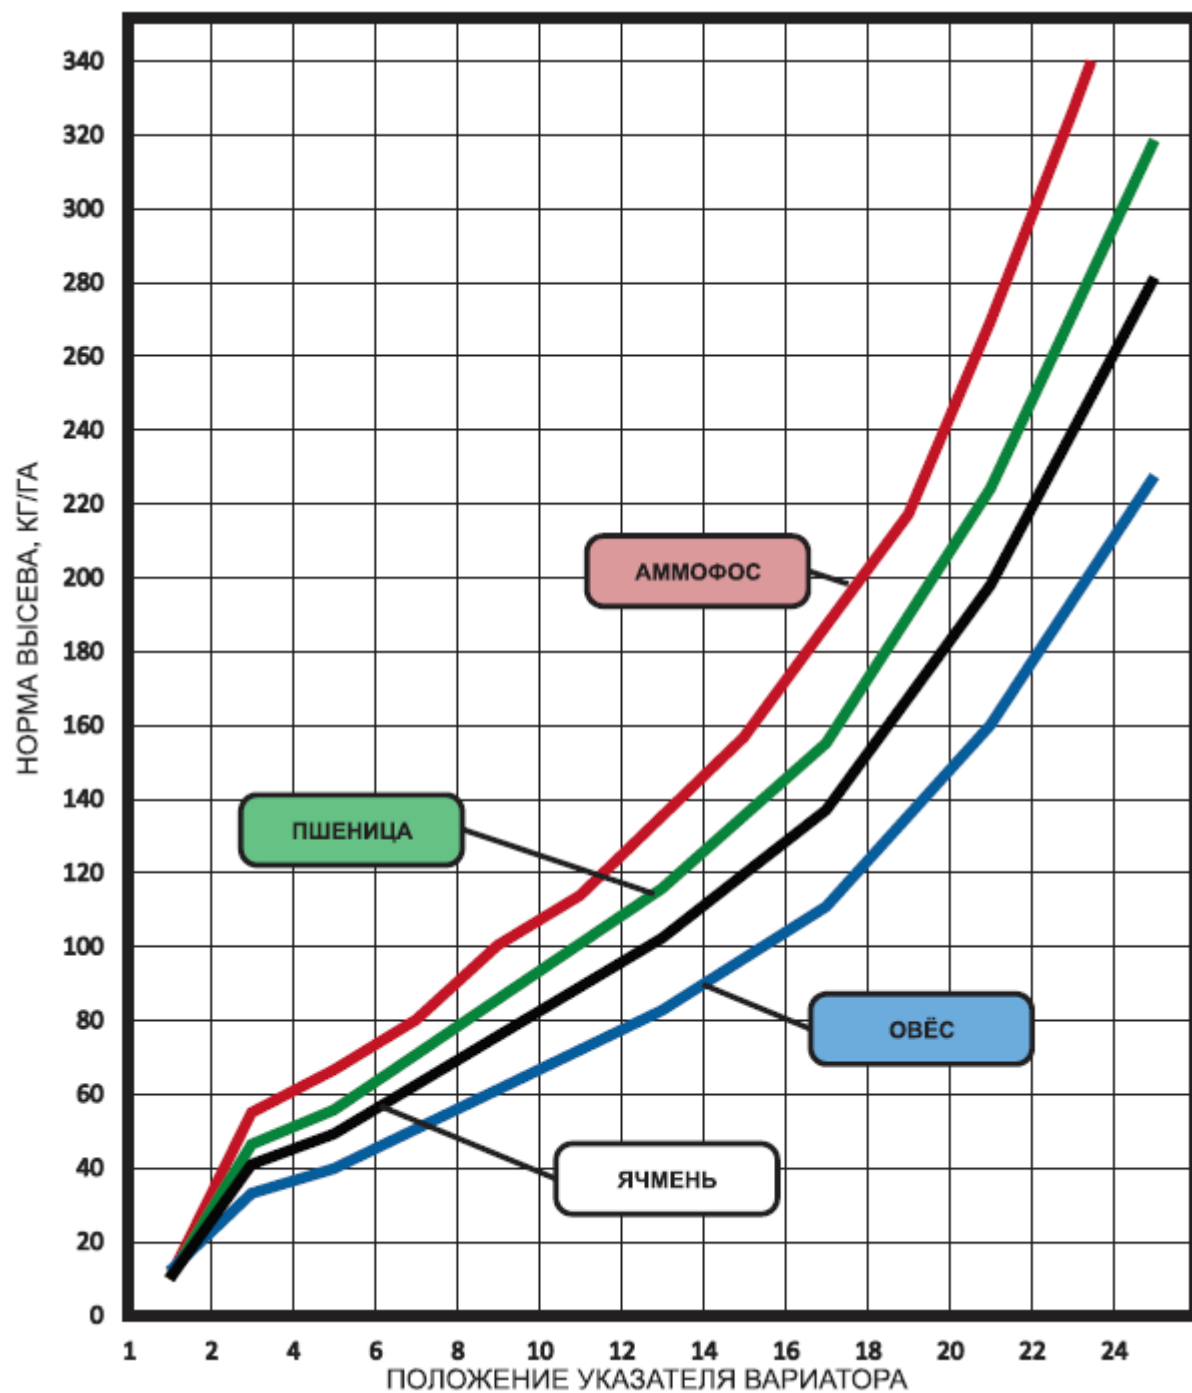

Рисунок 56 – Диаграмма ориентировочной нормы высева:
1. Выбрать в соответствии с диаграммой ориентировочной нормы высева **рис. 56, 57** начальное положение по шкале вариатора, в соответствии с требуемой нормой высева.